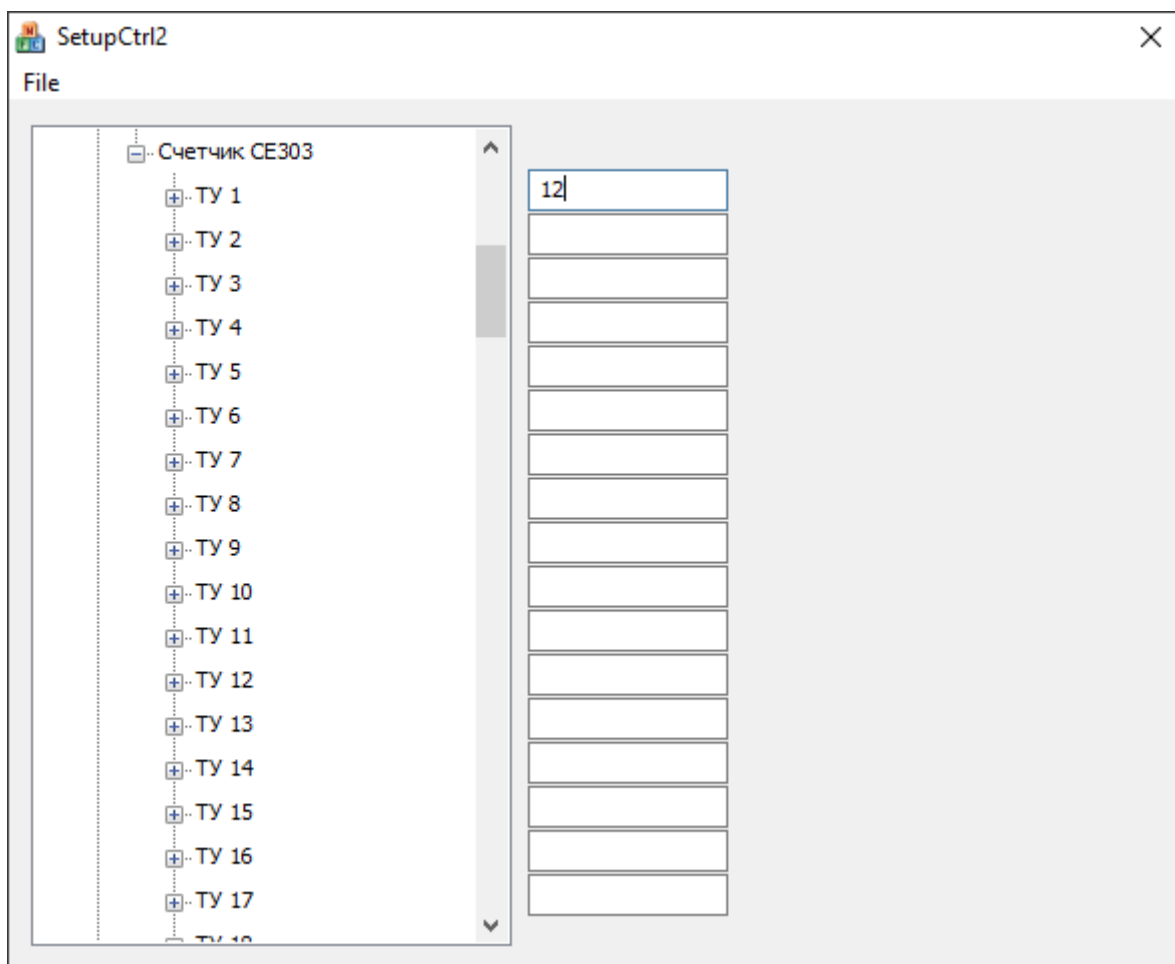

Рис. 2. Конфигурация каналов обмена.
- 2) Настроить каналы обмена, пример результата приведён на Рис. 2.